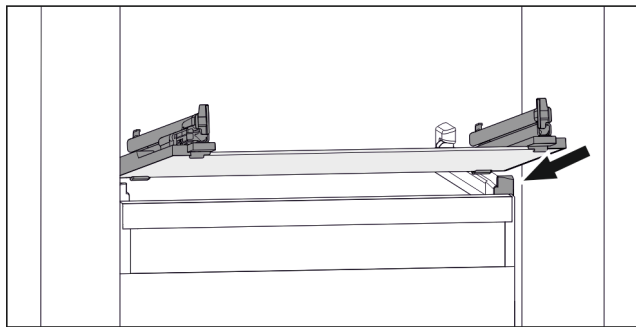

Fig. 112 Приблизне відображення скляної пластини
- ▶ Встановити скляну пластину за стопорами навкоси. (див. Fig. 112)